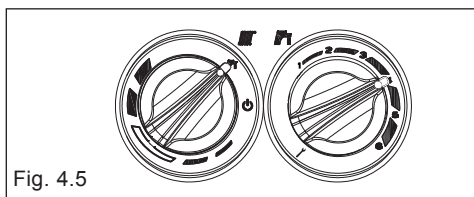

Fig. 4.5
**Estate (con bollitore esterno collegato):** ruotando il selettore sul simbolo estate “” (fig. 4.5) si attiva la funzione tradizionale di solo acqua calda sanitaria.